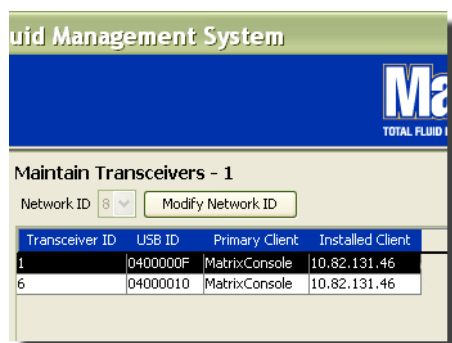

Рис. 92
- Обновленный профиль основного клиента появится в поле «Primary Client» [Основной клиент] (Рис. 92).
5. Сведения о жидкости отображаются на экране «Fluids» [Жидкости] (Рис. 92).